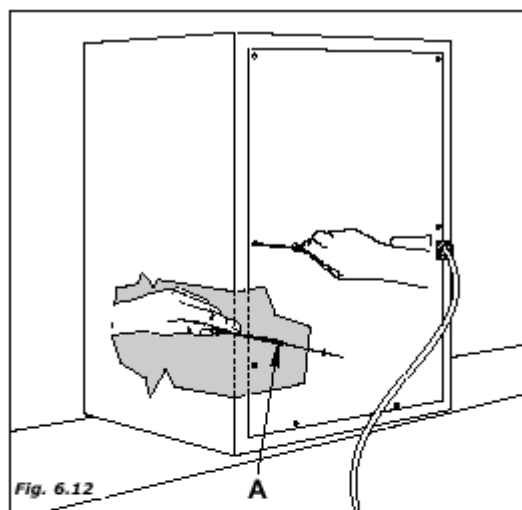

Fig. 6.12
Для доступа к водонагревателю снимите заднюю крышку (открутите изнутри винт (A), доступ к которому осуществляется от передней части) (рис. 6.12) и вставьте ключ в выключатель двери.